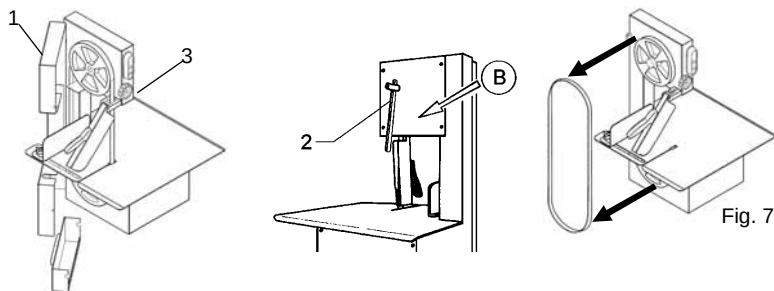

Fig. 7.6.2
7.6.2 Sostituzione della lama (Fig. 7.6.2)
- Portare la leva "2" verso il basso, come indicato nella Fig. 7.6.2 dalla freccia "B".